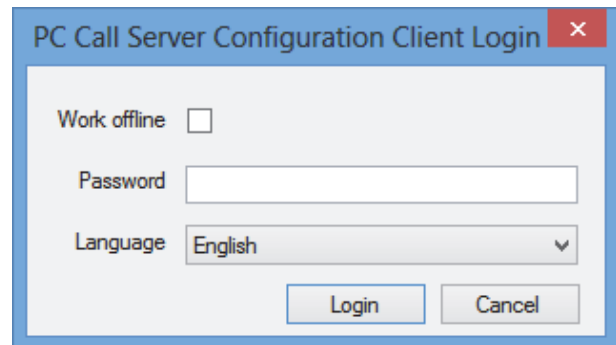

abbildung 61.1: PCCstConfig Login
- 2 Klicken Sie auf *PC Durchsagen-Server Konfigurations-Client*. Es erscheint ein Bildschirm, der dem in abbildung 61.1 ähnelt.